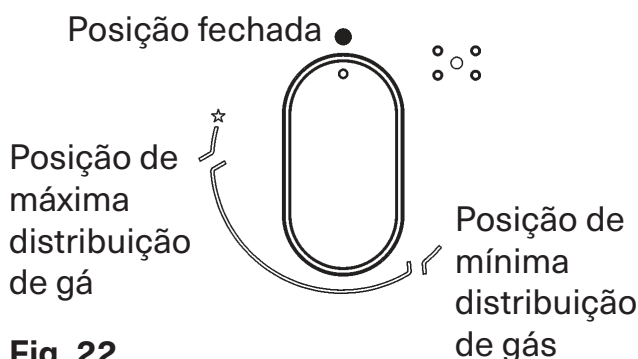

Fig. 22
Carregue no botão correspondente ao queimador que pretende utilizar e gire-o para a esquerda, colocando-o na posição de Máximo (lume forte fig. 22). Prima então o botão até ao fim.
Com os queimadores providos de termopar de segurança, é necessário girar para a esquerda o botão correspondente ao queimador que pretende utilizar, colocá-lo na posição de Máximo (lume forte fig. 22) até perceber uma pequena paragem e premir então o botão. Com o queimador aceso, mantenha o botão premido durante cerca de 10 segundos.
- Quando a água começar a ferver, coloque o botão na posição de Mínimo (lume brando fig. 22).
- Queimadores com dispositivo de falha de chama só pode ser inflamado quando o botão tem-se relacionado com o total de Setembro, sobre a posição de Máximo ( fig. 22).
- Acenda o queimador e coloque o botão de comando na posição de "Mínimo" (lume brando fig. 22).